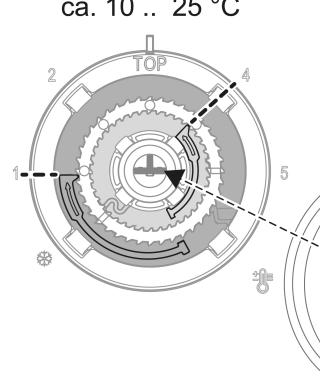

Bild 4: Einstellung der Temperaturbegrenzung (vorher/nachher)
- Bedienknopf von der Zentralplatte abziehen, so dass die Einstellringe sichtbar sind (Bild 4). Das Abziehen erfolgt von Hand oder mit geeignetem Werkzeug, z. B. Saug- oder Tastenheber.